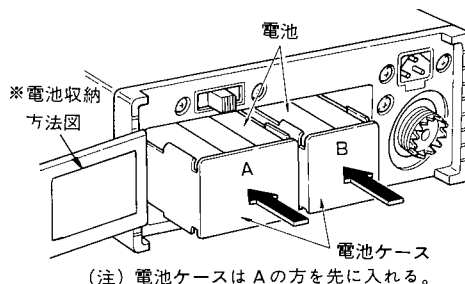

図2 電池ケース
- ④ 電池をケースに納めましたら、本体へ図2のように挿入し、ふたを閉め再びネジをコイン等でまわして完了です